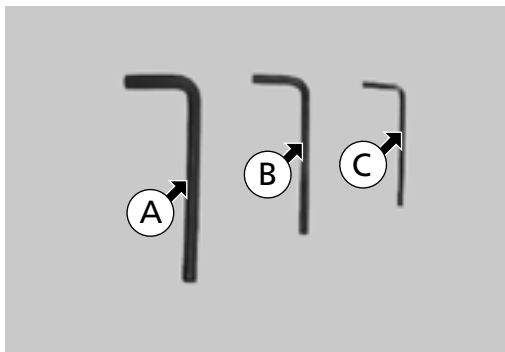
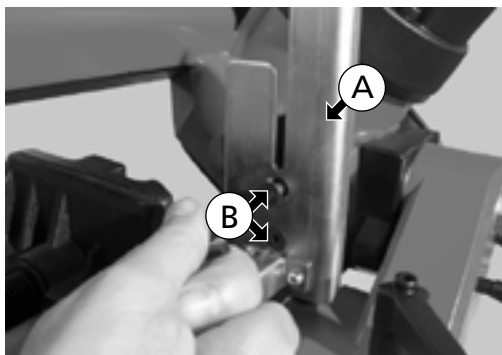
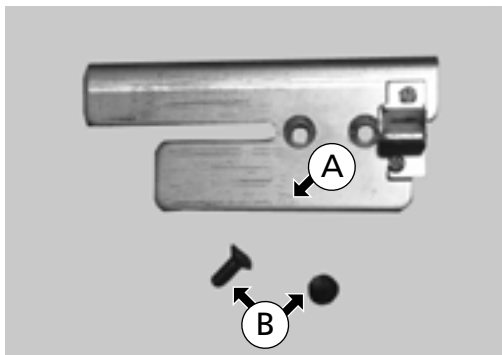
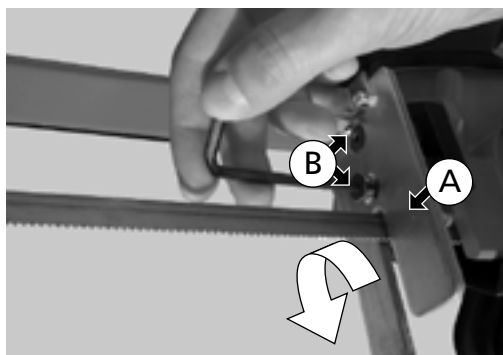

Fig. 32
Fig. 38
Fig. 39
Fig. 41
Utilize a ferramenta (A), chave Allen de 6 mm (Fig. 32.).
Elementos da Fig. 32
Use uma chave Allen de 4 mm (B), (Fig. 32). Desaperte os dois parafusos (Fig. 38) e o fim de curso de corte (Fig. 39).
Elementos das Fig. 38 - 39
Aparafuse a barra de fim de curso na posição ilustrada (Fig. 41), tendo em consideração que esta foi virada 180° em relação à posição mostrada na Fig. 38.